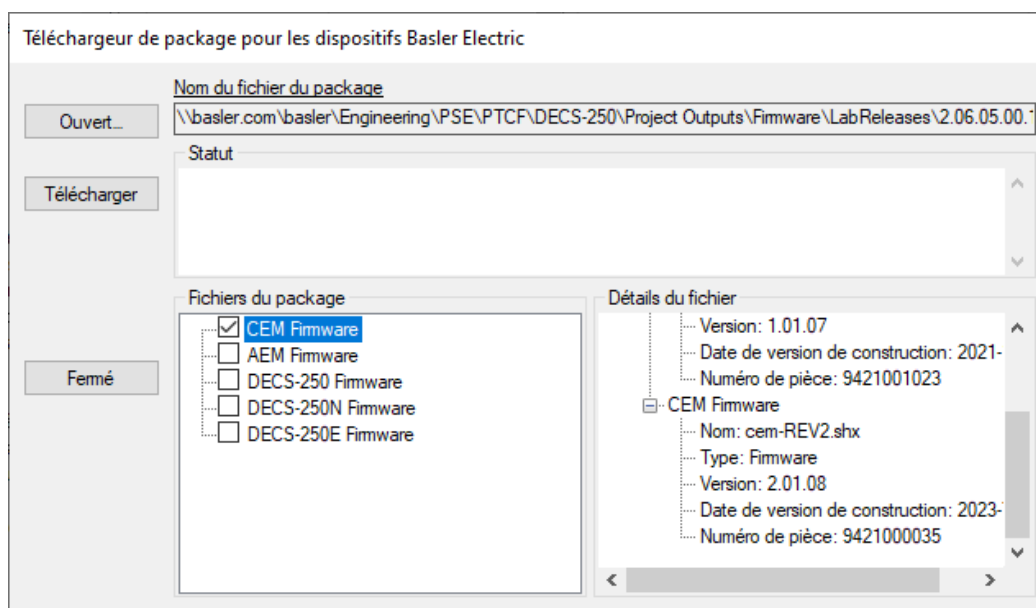

Figure 6-1. Téléchargeur de package pour les dispositifs Basler Electric
8. Lorsque l'écran Téléchargeur de package pour les dispositifs Basler Electric (Figure 6-1) s'affiche, cliquez sur le bouton Ouvert pour rechercher le package de l'appareil que vous avez reçu de Basler Electric. Les fichiers du package ainsi que les détails des fichiers sont indiqués. Cochez les cases situées à côté de chacun des fichiers que vous souhaitez transférer.